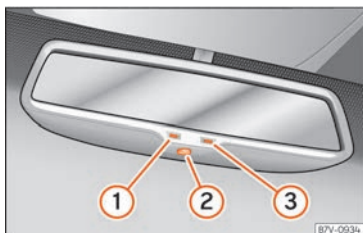

**Fig. 124** Retrovisor interior antideslumbrante automático.
Legenda de **fig. 124**:
- ① Testigo de control
- ② Mando
- ③ Sensor para detectar la incidencia de luz
Esta función se puede activar y desactivar pulsando el mando del retrovisor interior »» **fig. 124** ②. Cuando está activada, se ilumina el testigo ①.